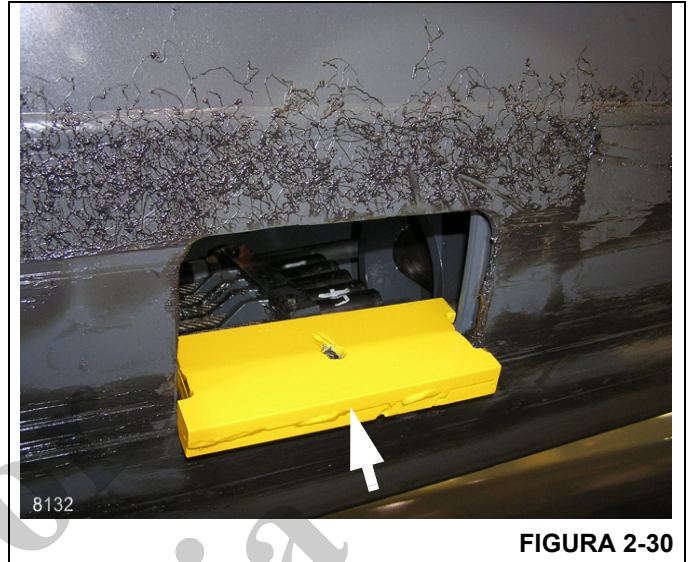

FIGURA 2-30
3. Instale la herramienta para válvula de retención telescópica, N/P 80041761 (vea la Figura 2-30). Mientras mantiene la herramienta en posición, haga que un ayudante retraiga la sección 3 para bloquear la herramienta en su lugar.